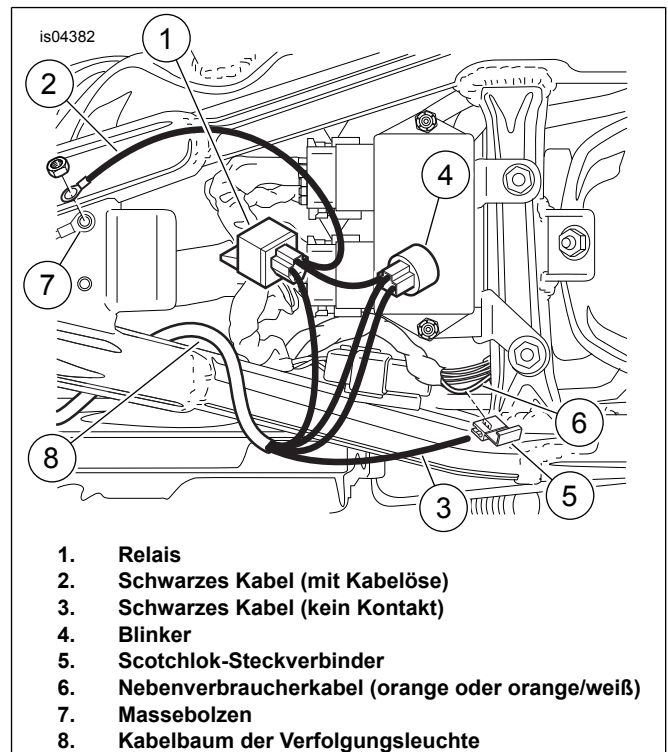
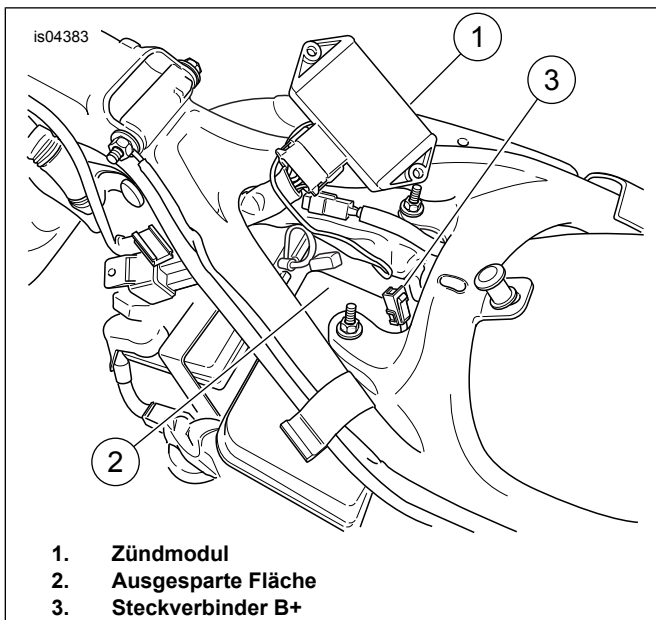
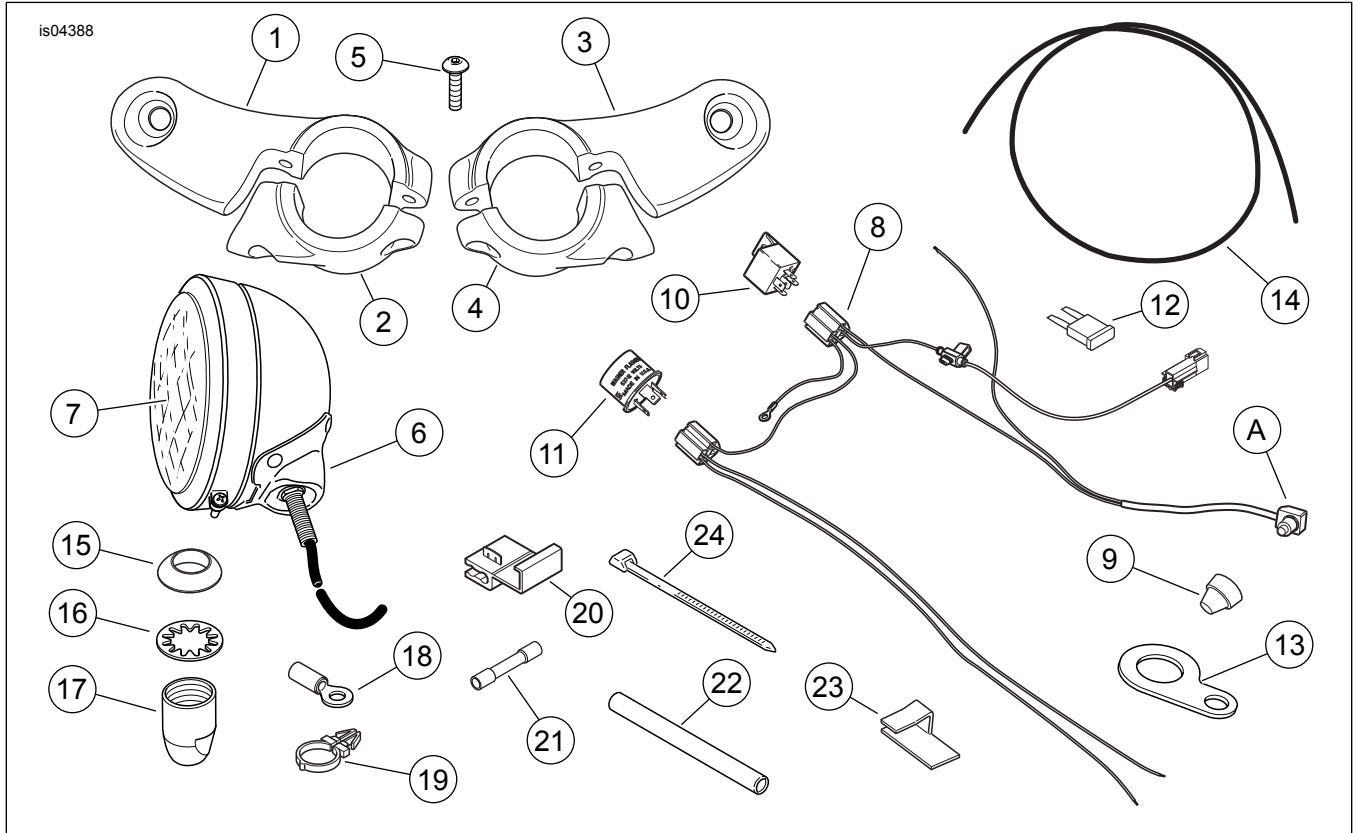

Abbildung 4. Kabelbaum einbauen (Modelle bis 2003)
Abbildung 5. Kabelbaum einbauen (Modelle ab 2004)
Abbildung 8. Ersatzteile, Verfolgungsleuchtensatz
4. Siehe Abbildung 8. Die Befestigungshalterungen der Leuchte (1 und 3), Klemmen (2 und 4) sowie vier Halbrundkopfschrauben (5) aus dem Satz entnehmen.
6. Siehe Abbildung 8. Verfolgungsleuchtenbaugruppen (6), zwei Leitungen (14), Schellenblöcke (15), Sicherungsscheiben (16) und Halter (17) aus dem Satz entnehmen.
10. **Für Modelle bis 2003:** Siehe Abbildung 4. Den Kabelbaum (8) einbauen. Das Relais (1) und die Blinkanlage (4) in die Öffnung in der Sitzschale einsetzen und den langen Zweig des Kabelbaums (8) entlang des Rahmenrückens verlegen. **Für Modelle ab 2004:** Siehe Abbildung 5. Die Muttern entfernen, mit denen das Zündmodul (1) befestigt ist, und das Modul vorübergehend wie dargestellt umplatzieren. Das Relais in den ausgesparten Bereich (2) des Ölbehälters setzen. Das Zündmodul einbauen. Den langen Zweig des Kabelbaums entlang des Rahmenrückens verlegen.
11. **Für Modelle bis 2003:** Siehe Abbildung 4. Den Steckverbinder vom weißen Stromkabel (6) trennen und mit der im Satz enthaltenen Kabelöse ersetzen (Abbildung 8, 18). Das weiße Kabel mit der Kabelöse an den Kupferbolzenkontakt (BAT) des Hauptüberlastschalters anschließen. **Für Modelle ab 2004:** Siehe Abbildung 5. Das Pingehäuse am weißen Kabel mit dem Buchsengehäuse B+ (3) des Kabelbaums verbinden.
12. **Für ALLE Modelle:** Siehe Abbildung 4. Das schwarze Massekabel mit der Kabelöse (2) an den Massebolzen (7) unter dem Sitz oder eine gute Massestelle anschließen. Den Kabelbaum der Verfolgungsleuchte mit Kabelbindern aus dem Satz an den benachbarten Kabelbäumen befestigen.
14. Siehe Abbildung 8. Die Manschette (9) vom Leuchtschalter (A) aus- und den Schalter in die Schalter-Befestigungshalterung aus dem Satz (13) einbauen. Die Manschette an den Schalter bauen.
16. Bei Bedarf den Leuchtschalter-Zweig des Kabelbaums der Verfolgungsleuchte mit den **neuen** Kabelbaumhaltern (Abbildung 8, 19) sichern. Die Kabelbaumbinder in den Löchern im Lenker einschnappen lassen.
17. Siehe Abbildung 4. Das schwarze Kabel ohne die Kabelöse (3) zu einer geeigneten Stelle unter dem Sitz führen und mit dem Scotchlok® Steckverbinder (Abbildung 8, 20) an das Nebenverbraucherstromkreiskabel des Fahrzeug-Kabelbaums verspleißen.